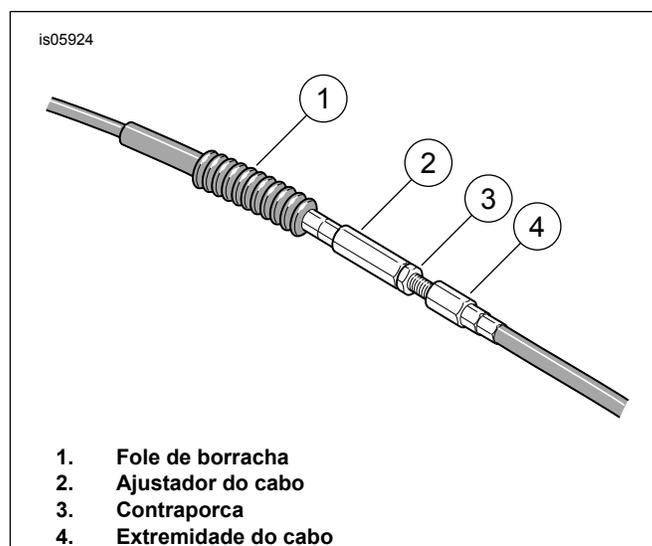

Figura 1. Ajustador do Cabo da Embraiagem
2. Ver Figura 1 . Faça deslizar a proteção de borracha para fora do ajustador do cabo da embraiagem. O ajustador encontra-se localizado aproximadamente a meio do cabo da embraiagem que passa pelo tubo inferior dianteiro do quadro.